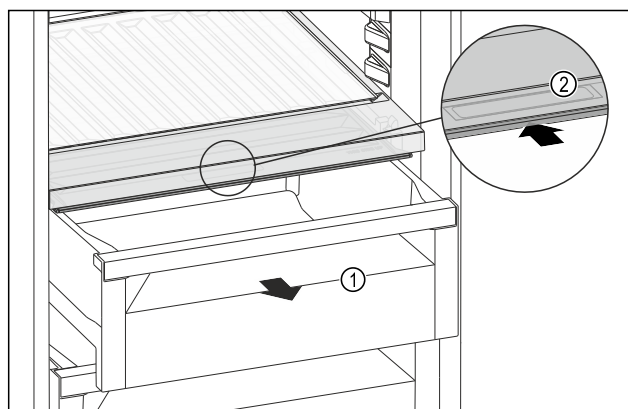

Fig. 129
- ▶ 拉出抽屉 Fig. 129 (1)。
- ▶ 抓住抽屉盖上的内嵌式拉手 Fig. 129 (2)，并同时向后推入抽屉盖。